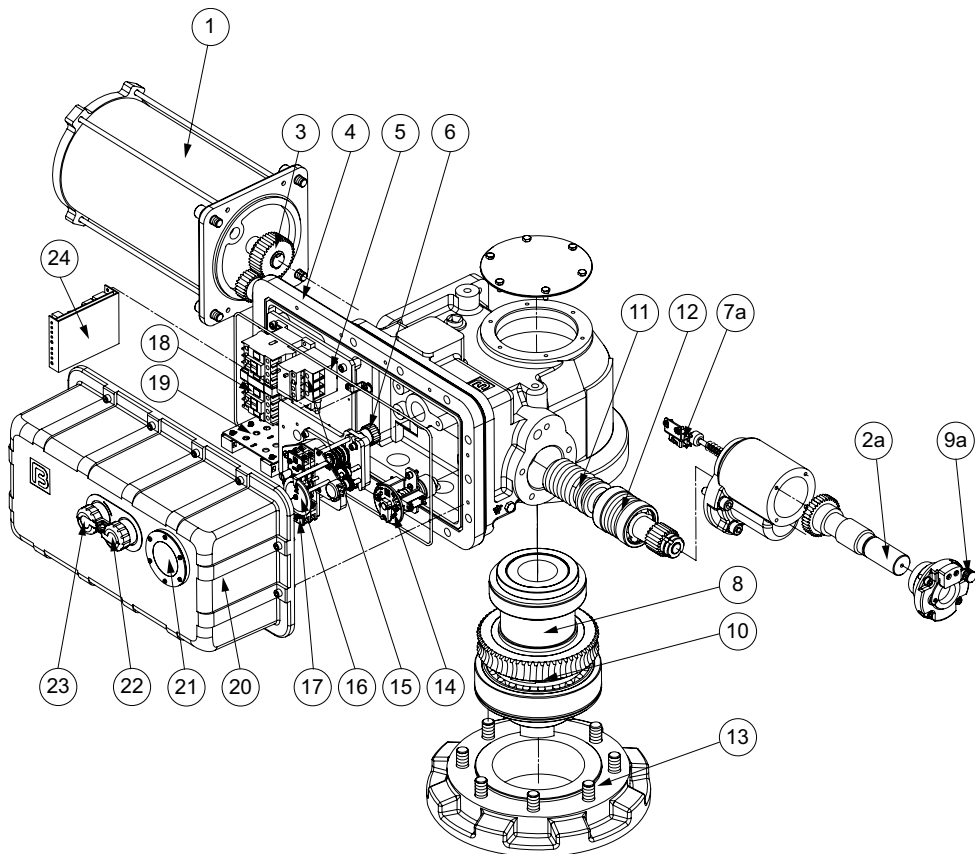

Рис.5 Интегрированные электроприводы серии ГЗ-В, ГЗ-Г, ГЗ-Д КСК
2.2 Электроприводы серии ГЗ-В, ГЗ-Г, ГЗ-Д КСК (рис. 5)